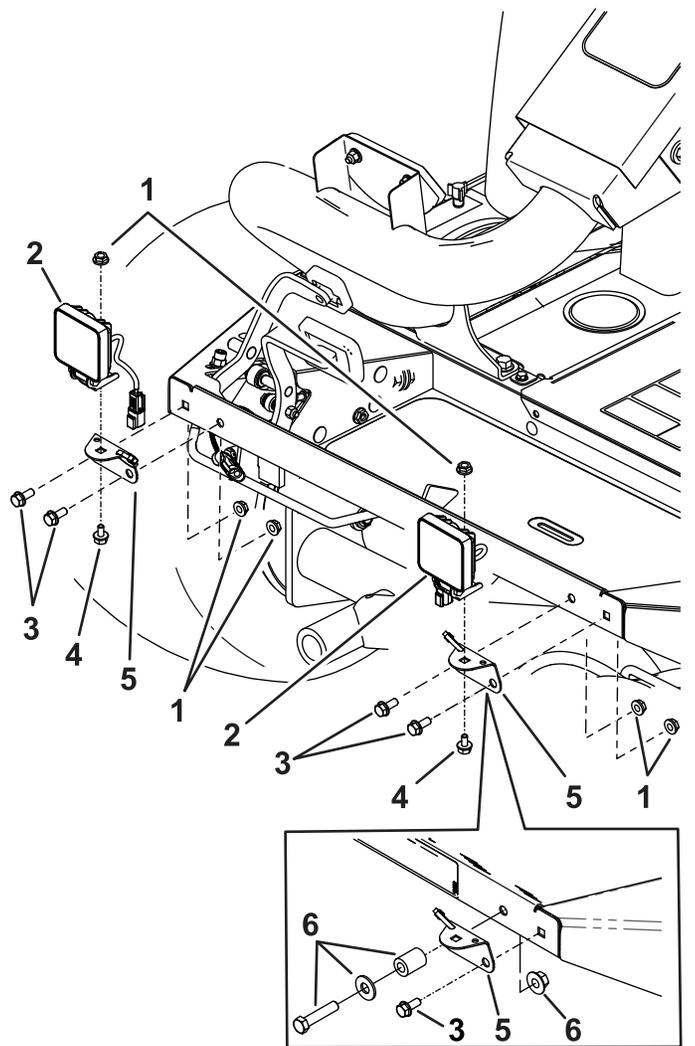

Рисунок 4
1. На машине Reelmaster 3100 установите кронштейны осветительных приборов на переднюю часть подножки с помощью 4 болтов с шестигранной фланцевой головкой (5/16 x 3/4 дюйма) и 4 контргайк (5/16 дюйма); см. Рисунок 4.
2. На машине Groundsmaster 3500 установите кронштейны осветительных приборов на переднюю часть подножки с помощью 2 болтов с шестигранной фланцевой головкой (5/16 x 3/4 дюйма), 2 контргайк (5/16 дюйма), а также имеющихся крепежных деталей и проставки; см. Рисунок 4.
3. Установите 2 осветительных прибора на кронштейны с помощью 2 болтов (5/16 x 1/2 дюйма) и 2 контргайк (5/16 дюйма); см. Рисунок 4.